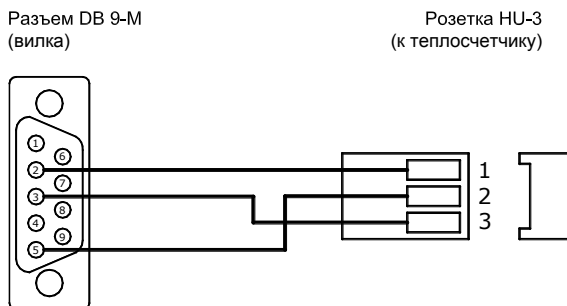
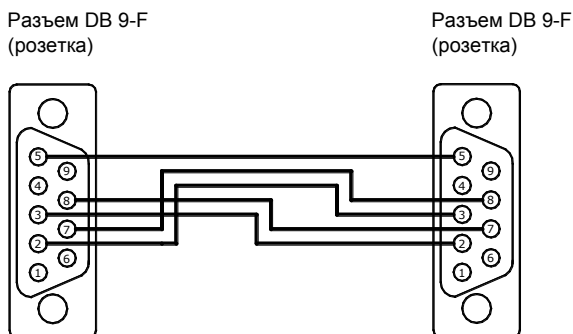

Рис. 9.5 Переходной кабель RS-232C (ТЭМ-104 - АПД)
Рис. 9.6 Нуль - модемный кабель RS-232C
9.9.2 В случае, когда теплосчетчик поставляется с установленным переходным кабелем (см. карту заказа, ПРИЛОЖЕНИЕ А), для считывания данных по интерфейсу RS-232C в ПК необходимо подключить к переходному кабелю, изображенному на рис. 9.5, нуль-модемный кабель (см. рис. 9.6).
9.9.3 Для считывания данных по интерфейсу RS-232C в адаптер переноса данных необходимо подключить адаптер к переходному кабелю (см. рис. 9.5).